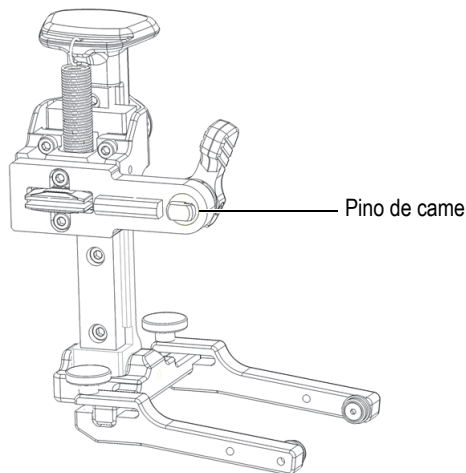

Figura 2-10 Bordas planas alinhadas horizontalmente
1. Usando a alavanca de posição, alinhe a posição do pino do came de modo que as bordas planas fiquem alinhadas horizontalmente (Figura 2-10 na página 43).